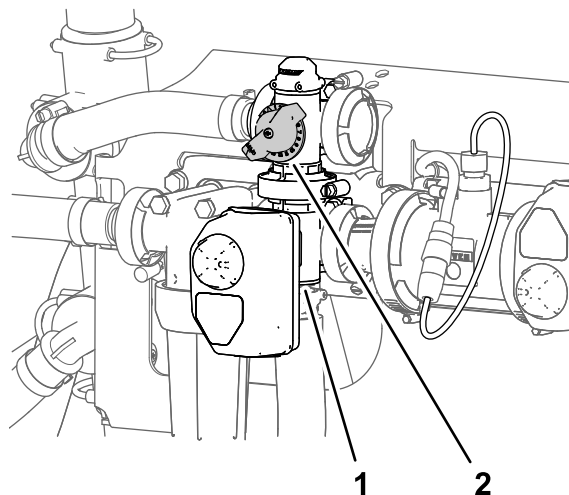

図 166
2. 攪拌バイパスバルブ 図 166 を操作して水圧計の読みが 689 kPa (100 psi) になるように調整する。